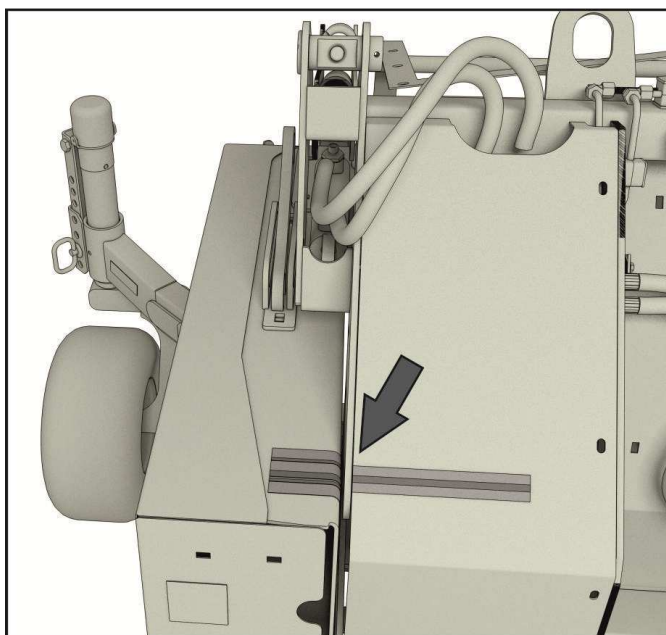

Рисунок 6.4
- 4) при опускании подборщика на землю необходимо установить подборщик так, чтобы сигнальная полоска на правом заднем щитке подборщика встала напротив средней полоски на рычаге шнека – это будет рабочее положение (рисунок 6.4). Для ориентировки, при подборе подборщик копирует рельеф поля в пределах крайних полос (1/3 хода вниз и 2/3 – вверх).